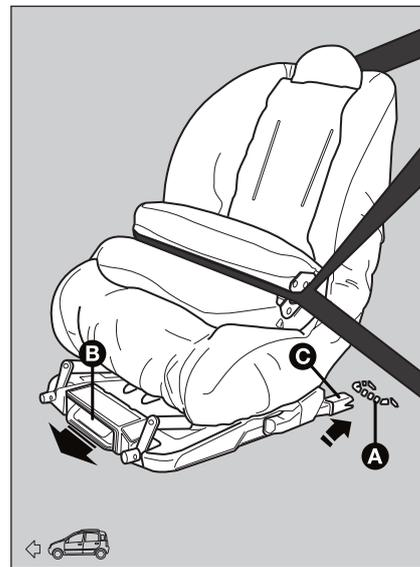

fig. 15
- s'assurer que le levier de décrochage **B-fig. 15** soit en position de repos (retré);